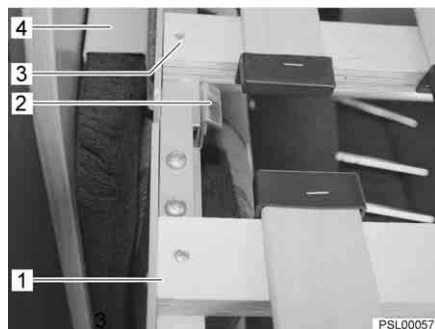

Fig. 39 Rallonges du lit sorties
- Sortir complètement la rallonge du lit du côté conducteur (Fig. 39,3) et l'insérer dans le support (Fig. 39,4) sur le dossier.
- Sortir complètement la rallonge de lit du côté passager (Fig. 39,1) et l'accrocher dans le support (Fig. 39,2) sur la rallonge de lit du côté conducteur (Fig. 39).